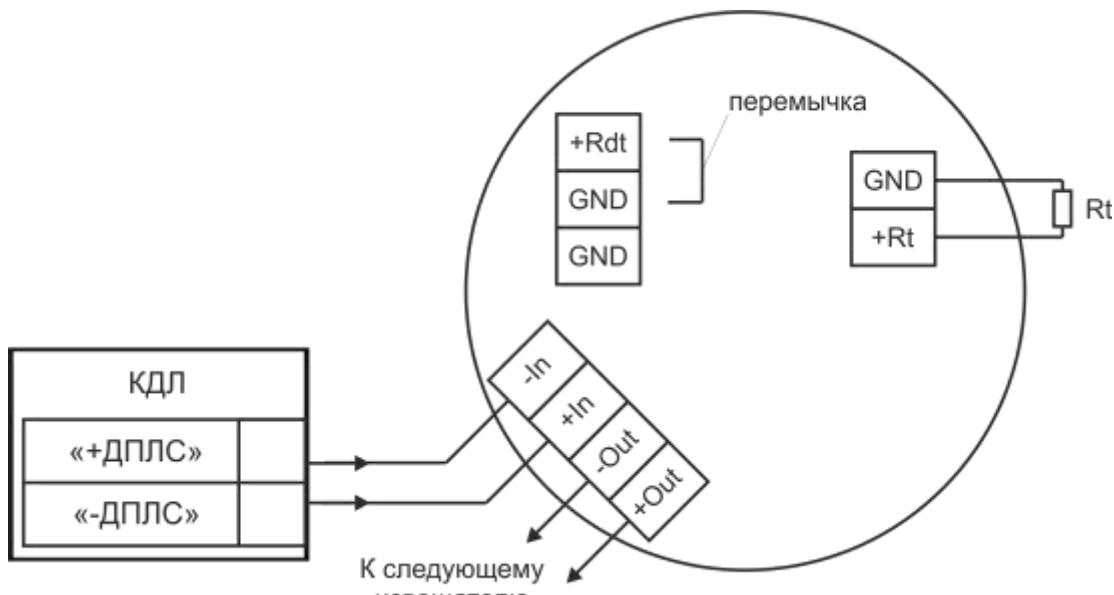

Рисунок 3 – Типовая схема включения извещателя
2.2.1 Выбор температурного класса извещателя производится установкой резистора Rt в клеммы GND и +Rt (см. таблицу 2, рисунок 3).
2.2.2 Установка дифференциального режима (R) осуществляется перемычкой (джампером) между контактами +Rdt и GND (см. таблицу 3, рисунок 3).
- резистора Rt в клеммы GND и +Rt (см. таблицу 2, рисунок 3);
- перемычки на контакты +Rdt и GND (см. таблицу 3, рисунок 3).
- осуществить монтаж соединительного кабеля в кабельном вводе и соединить проводники в соответствии со схемой подключения (см. рисунок 3).